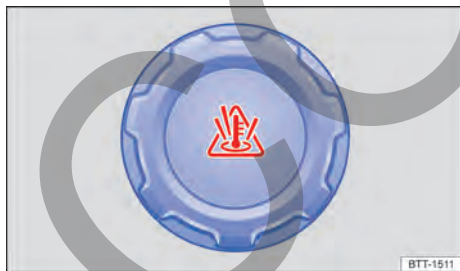

Fig. 187 En el compartimento del motor: tapa del depósito de expansión del líquido refrigerante del motor.
- El depósito de expansión del líquido refrigerante del motor se reconoce por el símbolo  en la tapa → **fig. 187**.